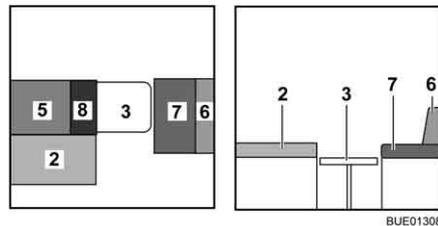

Fig. 128 Durante la transformación
- Colocar el cojín adicional (Fig. 128,8) en la mesa.